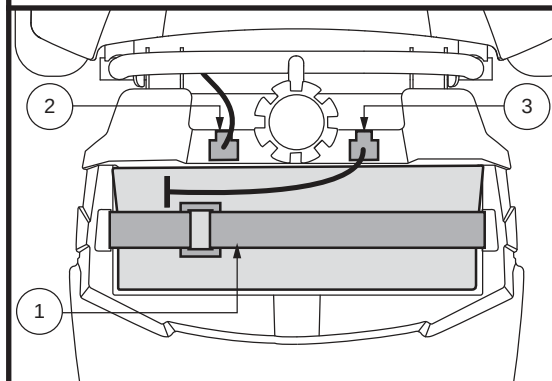

Figure 21. Sangle de fixation de la batterie
1. Débranchez les câbles de la batterie et retirez l'emballage de la batterie du Travel scooter. **Voir la figure 21.**